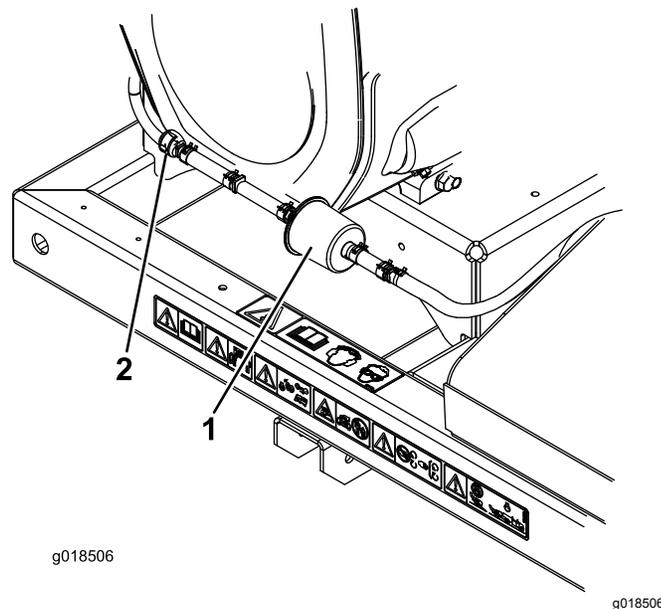

Рисунок 20
2. Переместите шланговые хомуты пружинного типа с обеих сторон угольного фильтра линии продувки в стороны от фильтра (Рисунок 20).
3. Снимите и удалите в отходы угольный фильтр (Рисунок 20).
4. Установите новый фильтр в шланг так, чтобы стрелка на фильтре была направлена в сторону обратного клапана, и зафиксируйте его шланговыми хомутами (Рисунок 20).